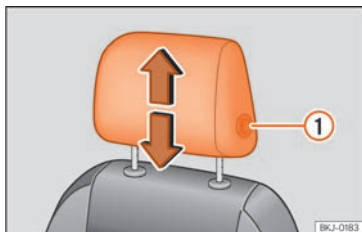

Abb. 110 Vordersitz: Kopfstützeneinstellung.
- Schieben Sie die Kopfstützen in die entsprechende Pfeilrichtung nach unten oder oben. Um die vorderen Kopfstützen nach oben oder nach unten zu schieben, muss die Taste » **Abb. 110** ① gedrückt werden; bei den hint-
- Seitliche Taste drücken » **Abb. 110** ① und Kopfstütze herausziehen.